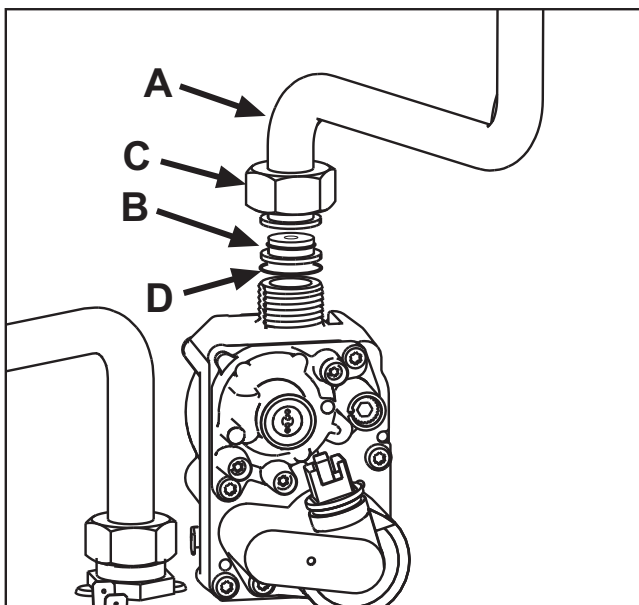

fig. 22
- Dévisser le papillon **C** et dégager le tuyau du gaz **A** de la soupape gaz (voir fig. 22).
- Remplacer la buse **B** présente dans le tuyau gaz par celle contenue dans le kit de transformation après avoir intercalé le joint **D** (voir fig. 22).